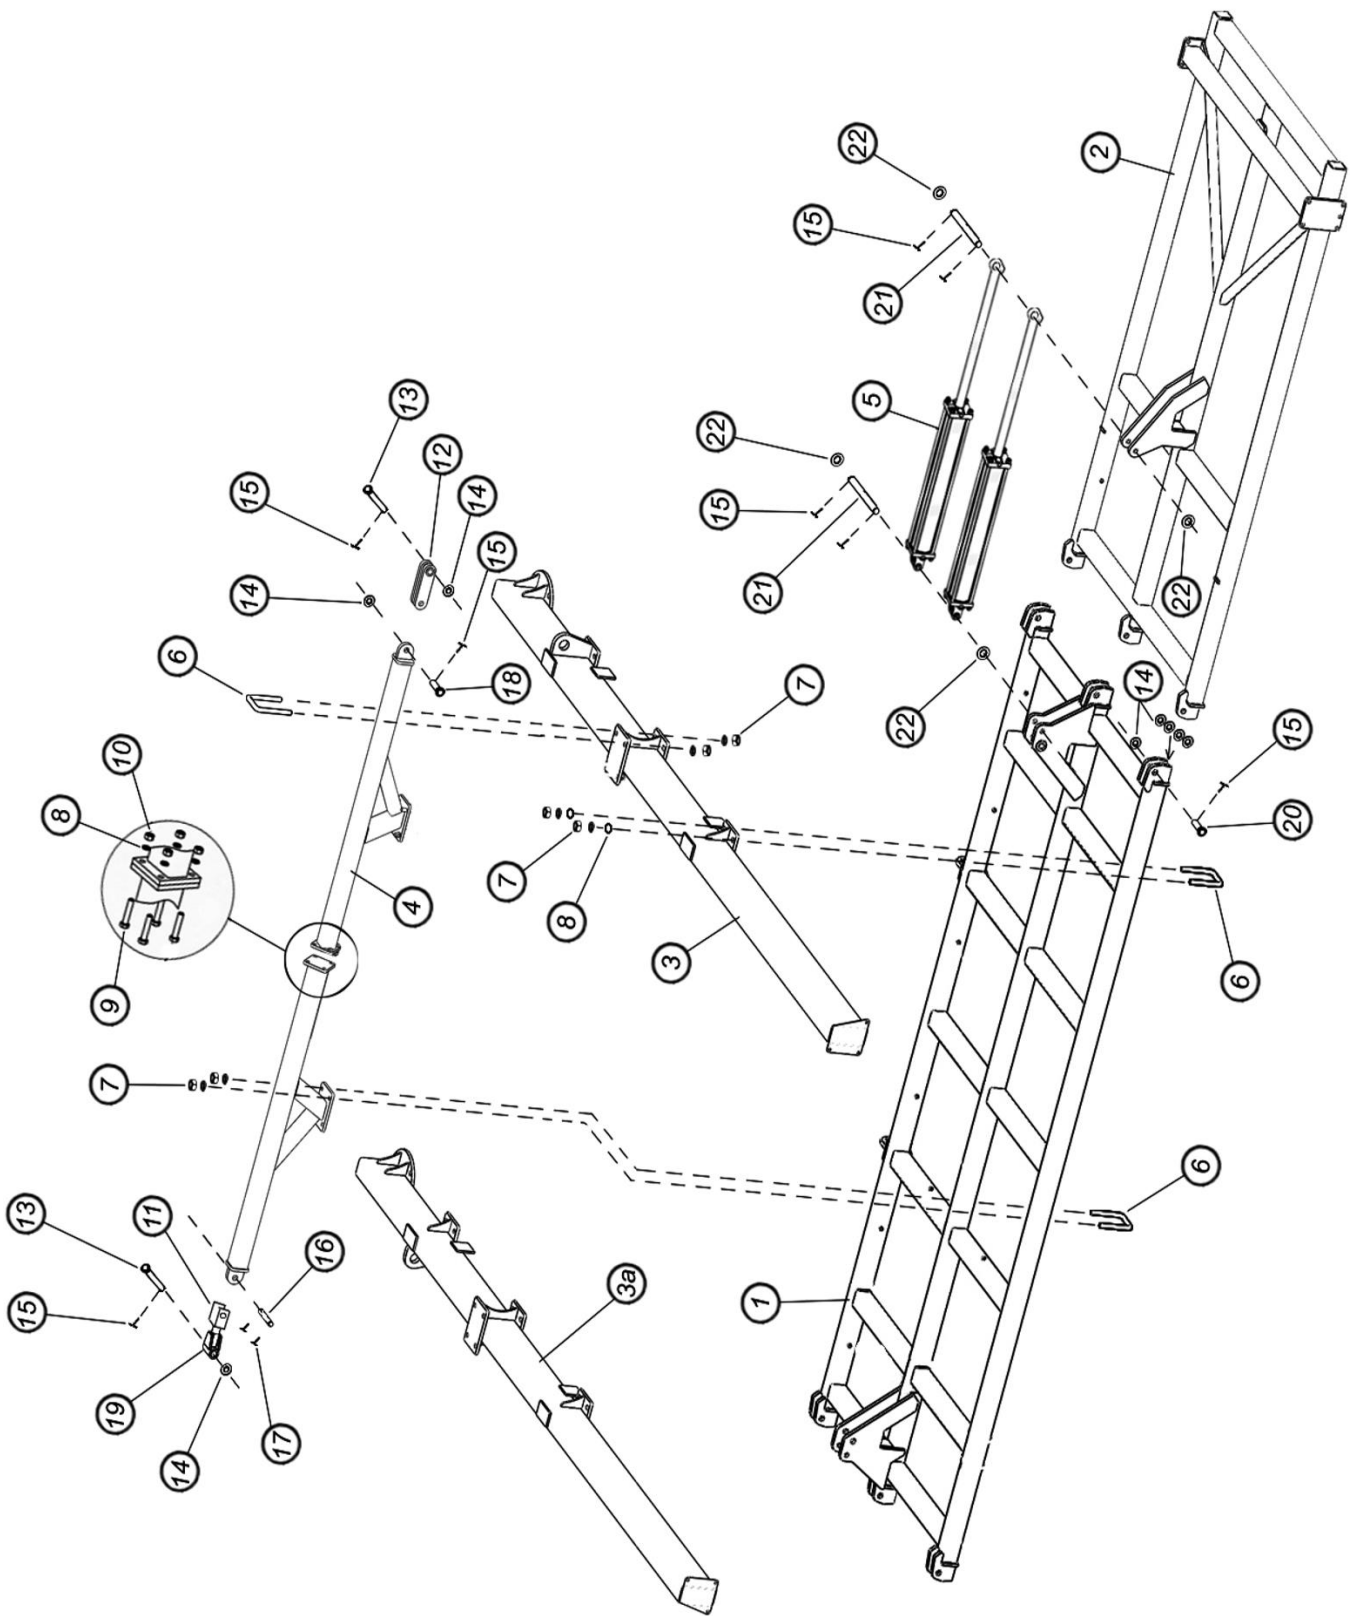

Рис. 7.1.1. Центральная и крыловая рамы, балки продольные, стяжка
7.1.1. Центральная и крыловая рамы, балки продольные, стяжка (рис. 7.1.1)